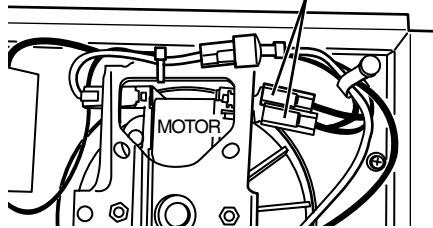

FIG. 11 - 120VAC TO 240VAC CONVERSION
### 2. 120 VAC to 240 VAC Conversion (FIGS. 11 & 12) (Factory-wired 120 VAC Models 120 and 124 ONLY)
2. **Conversión de 120 VCA a 240 VCA (FIGS. 11 y 12)** (Solamente modelos 120 y 124 cableados de fábrica para 120 VCA). Estos calentadores de pueden convertir para que funcionen en 240 VCA.